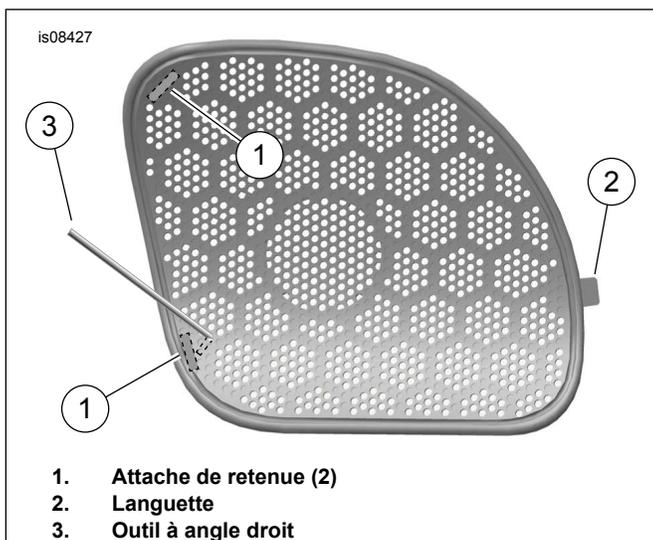

Figure 1. Retirer la grille de haut-parleur
- a. Voir Figure 1. Insérer soigneusement un outil à angle droit (3) par l'orifice dans la grille gauche à côté d'une pièce de retenue (1).
- j. Enclencher la languette (2) dans l'ouverture de la grille.
- k. Placer les pièces de retenue (1) dans les fentes.